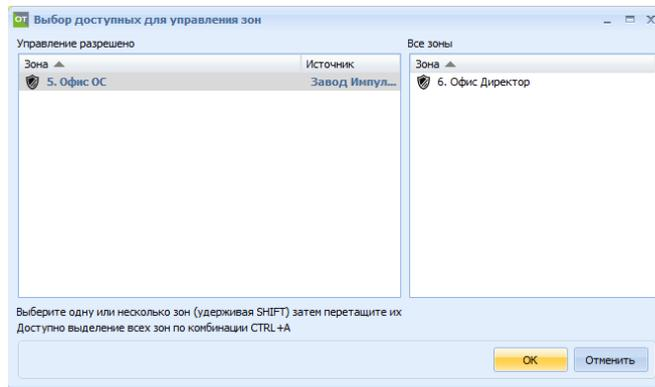

Рисунок 25.9 – Окно «Выбор доступных для управления зон»
– **Доступные зоны** – выбрать охранные зоны, доступные для управления (постановка на охрану, снятие с охраны) сотрудникам данного предприятия. Необходимо нажать кнопку «Изменить», в открывшемся окне «Выбор доступных для управления зон» перетащить нужные зоны из поля «Все зоны» в поле «Управление разрешено» и нажать кнопку ОК (рисунок 25.9).